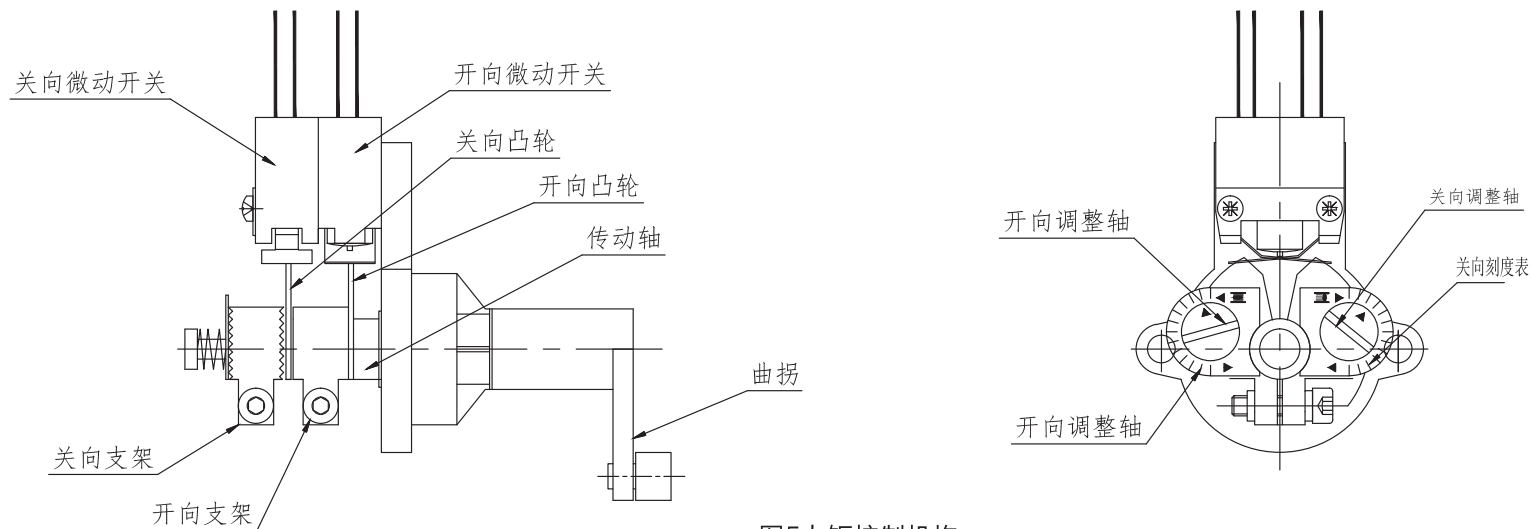

图5力矩控制机构
5.3力矩控制机构：结构见图5.当输出轴上受到一定转矩后，蜗杆除旋转外还产生轴向位移，带动曲拐，曲拐直接（或通过撞块）带动支架产生角位移。当输出轴上的转矩增大到整定转矩时，则在支架产生的位移量使微动开关动作，从而切断电机电源，电动机停转。以此实现对电动装置输出转矩的控制，达到保护电动阀门的目的。
7.1力矩行程控制机构的调整（参见图5）